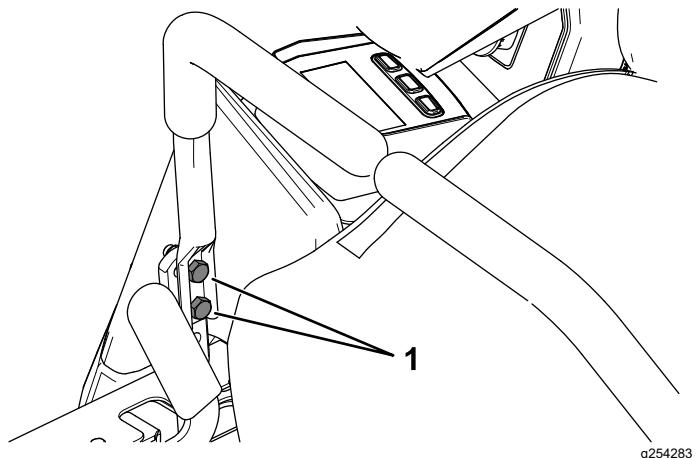

Figura 52
- 10. Si es necesario alinearlas, afloje los 2 pernos de montaje de la palanca de control de movimiento del lado que está mal alineado (Figura 52).
- 12. Apriete los 2 pernos de montaje de la palanca de control de movimiento (Figura 52).